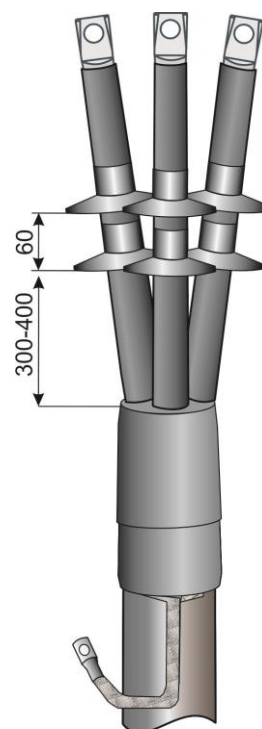

Рис.15
15.На жилы кабеля надеть фазные изоляторы и усадить их в соответствии с Рис.15.